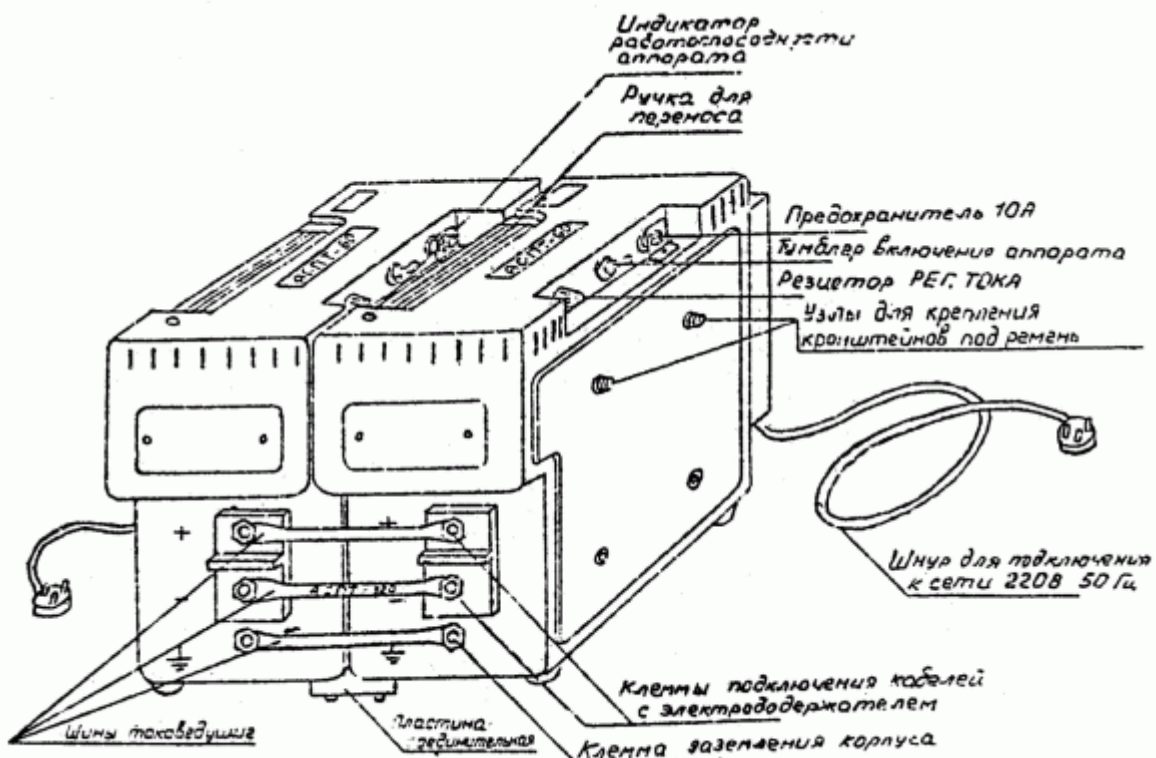

Рис.3. Общий вид аппарата АСПТ-120
4.2.1.1. Общий вид аппарата приведен на рис.3.
4.2.1.2. Конструктивно он представляет собой сварочный агрегат, состоящий из двух аппаратов АСПТ-60, у которых корпуса соединены между собой специальными узлами крепления, а выходные клеммы - запараллелены электрическими шинами (см. рис. 3). Сетевые шнуры сдвоенного аппарата подключаются параллельно к двум розеткам однофазной электросети.